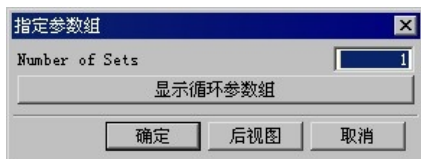

图 20.32 “指定参数组”对话框
Step1. 在“钻”对话框 **循环类型** 区域的 **循环** 下拉列表中选择 **标准钻** 选项，单击“编辑参数”按钮 ，系统弹出图 20.32 所示的“指定参数组”对话框。